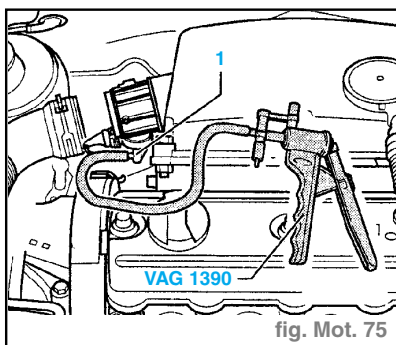

fig. Mot. 75
- brancher la pompe à vide à main **VAG 1390** sur la capsule de dépression du volet de tubulure d'admission (1) (fig. Mot. 75),